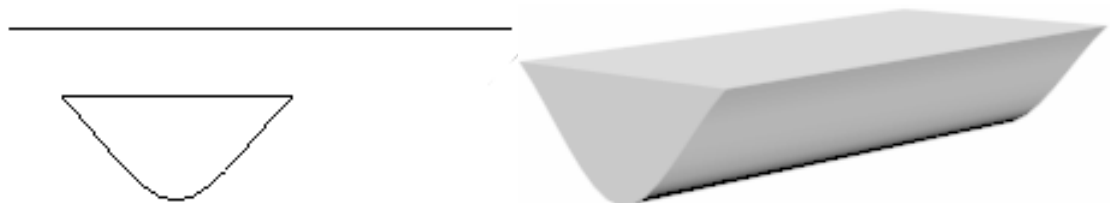
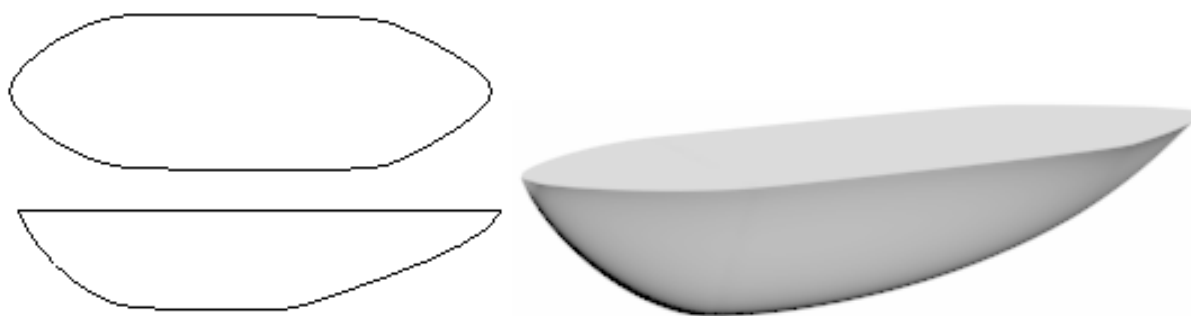

Рис. 7.3.6. Лофтинг-модель, предназначенная для Деформация подгонки (Fit)
Рис. 7.3.7. Деформация подгонки (Fit)
**Деформация подгонки (Fit)** позволяет редактировать лофтинг-модель (рис. 7.3.6) таким образом, чтобы ее проекции соответствовали заданным плоским формам (рис. 7.3.7).